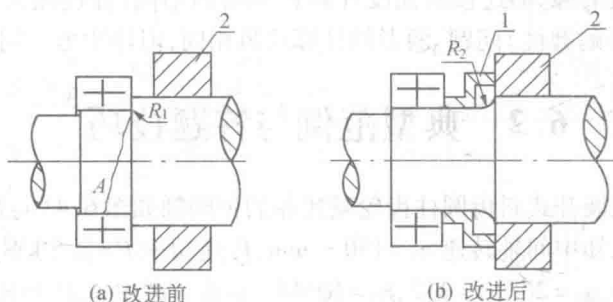

图 6.3 改进轴的结构,减小应力集中
② 减小应力集中。图 6.3(a) 是排锯机轴的结构,轴材料为 35 优质碳素钢,在运转中常在 A 剖面发生疲劳折断。损坏后,先后改用强度较高的 45 钢和 60 钢,结果仍然发生疲劳折断。于是改变设计,增加一个间隔环和加大了圆角(图 6.3(b)),应力集中减小,材料用 45 钢,轴就不再损坏。